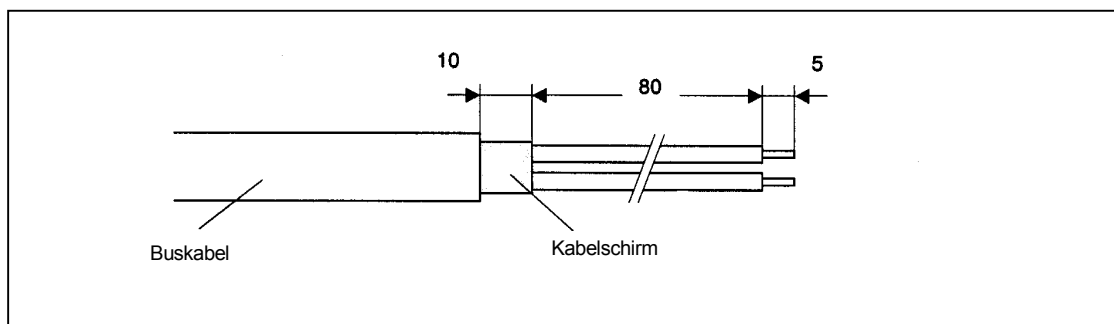

Рис. 10: Подготовка кабеля шины
1. Изолируйте кабель шины согласно рис. 10.